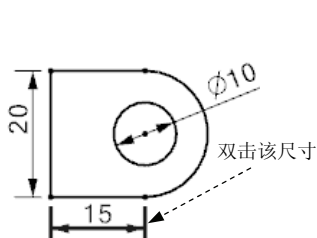

图 5.9.4 标注尺寸 (一)
- Step 1** 双击要修改的尺寸，如图 5.9.4 所示。